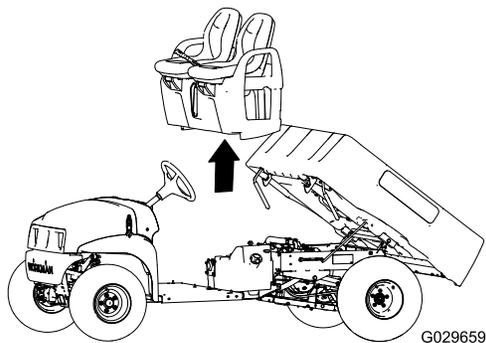

図 45
1. 座席と座席ベースを機体上に降ろしてブレーキケーブルをシャーシに沿って配置する 図 44 と 図 45。
2. 座席ベースについている穴を、フロアプレートの穴と後キャブチャネルの穴に合わせる 図 44 と 図 45。